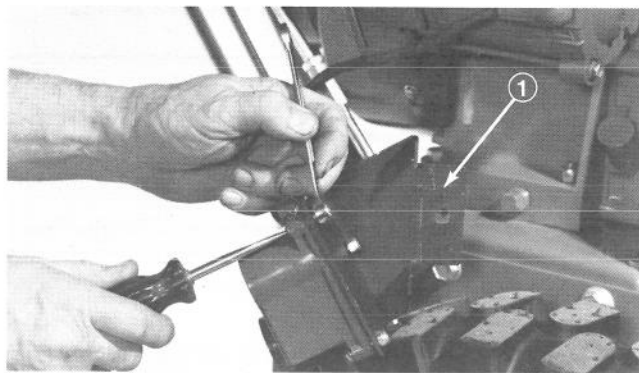

Figure 5
5. Posez le support de fixation sur la commande du démarreur (fig. 5).